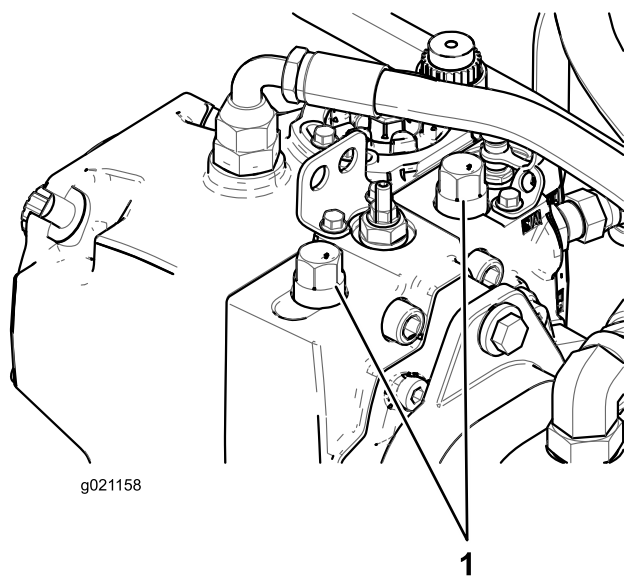

Figura 36
1. Levante el capó y localice las válvulas de desvío en la bomba (Figura 36).